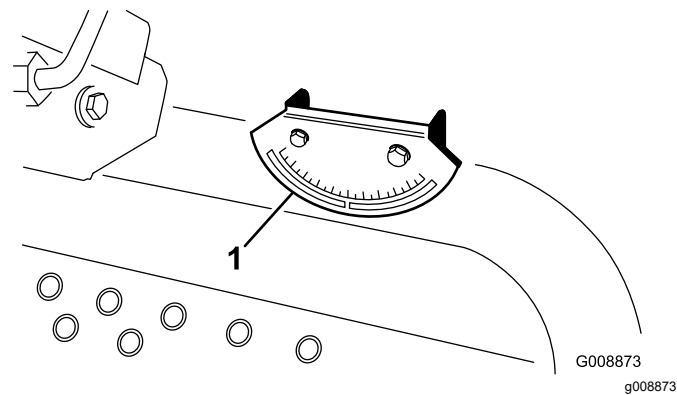

図 5
2. 機体のクロスビーム燃料タンク脇に携帯斜面計付属品を置いて、機体が水平になっていることを確認する図 5。このとき、運転席に座った状